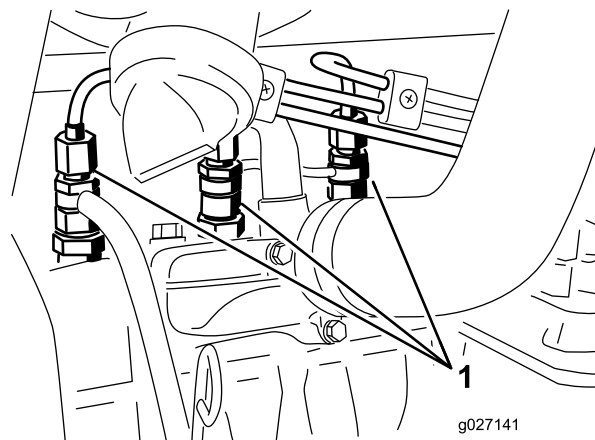

Рисунок 60
1. Ослабьте соединение трубки к соплу № 1 и держателю в сборе (**Рисунок 60**).